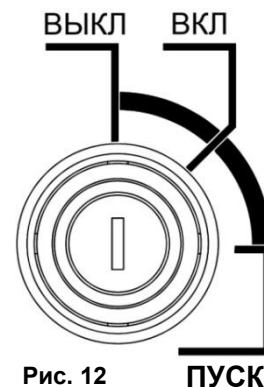

Рис. 12
- Установите рычаг управления оборотами двигателя (дроссельной заслонки)(45)(См. Рис.12) в максимальное положение «Заяц» (влево).
- Нажмите несколько раз на «праймер» (кнопка ручной подачи топлива) (41)(См. Рис.12), что бы накачать топливо в камеру сгорания карбюратора.